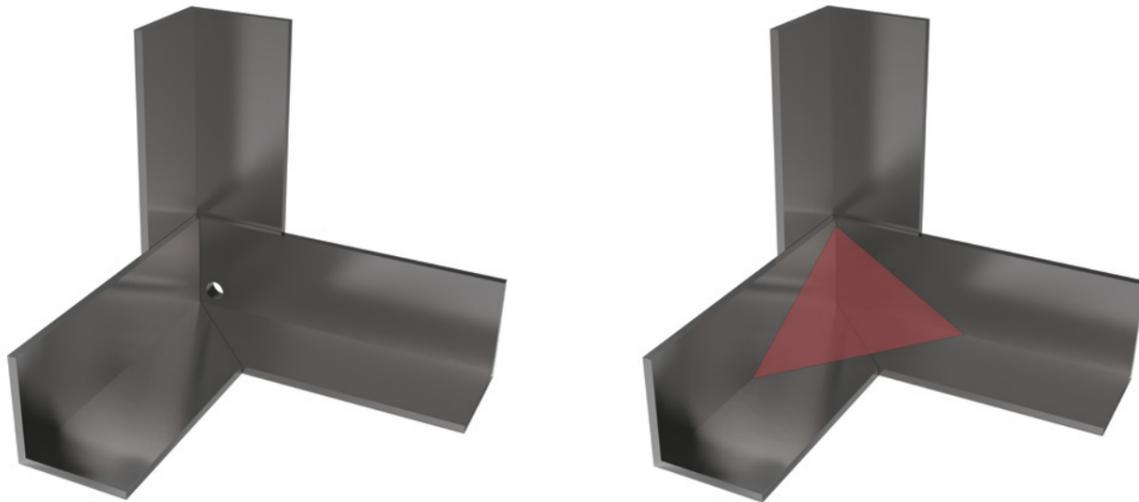

Рисунок 4. Исполнение соединений трех плоскостей (слева – приемлемое, справа – неприемлемое – в случае отсутствия отверстия в углу останутся излишки цинка).
- ♦ В месте соединения трех плоскостей должно быть технологическое отверстие – рисунок 4.